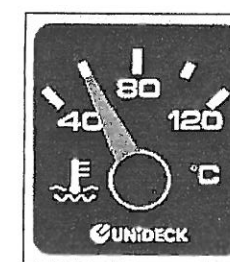

Abb. 14
3. THERMOMETER FÜR DIE WASSERTEMPERATUR (Abb. 14) (bei Traktoren mit Wasserkühlung)
Bei aufleuchten der Temperaturanzeige 19 auf dem Armaturenbrett (Abb. 14) und gleichzeitigem ertönen des Alarmsignals, müssen Sie den Motor umgehend abstellen und abkühlen lassen. Überprüfen Sie, ob der Kühler frei von Schmutz ist, falls das Problem weiterhin bestehen sollte, kontaktieren Sie bitte einen Pasquali-Vertragshändler.